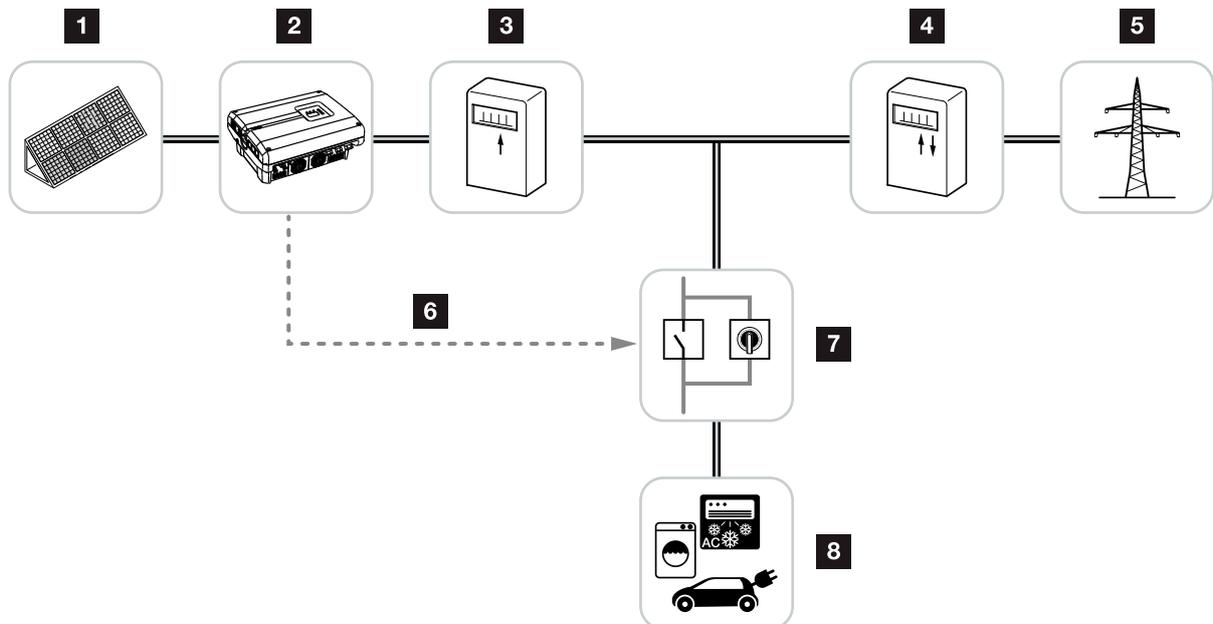

Abb. 53: Konfiguration Eigenverbrauch
3. Die weiteren Komponenten für den Eigenverbrauch fachgerecht installieren und anschließen.  **Abb. 53**